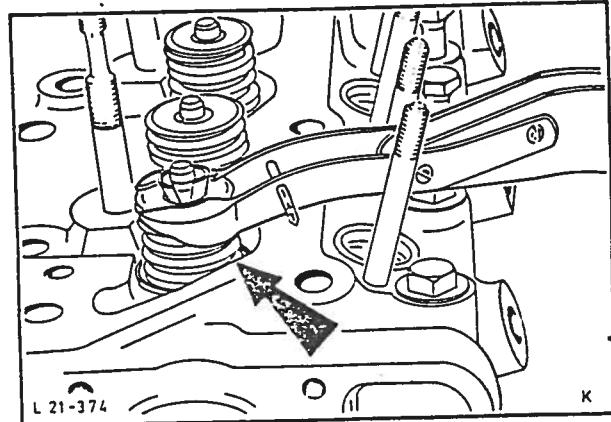

Fig. 125 Montering av ventillåser.
13. Monter ventilfjærerne og tallerknene, press sammen ventilfjæren med fjærklemmen og monter ventillåsene, fig. 125.